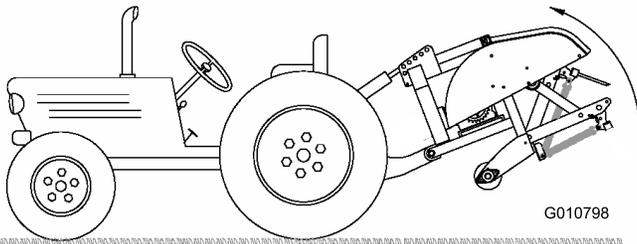

図 11
2. エアレータを一番高い位置まで上昇させ、油圧上部リンクの油圧シリンダ（または上部リンク）を完全に縮める（図 11）。